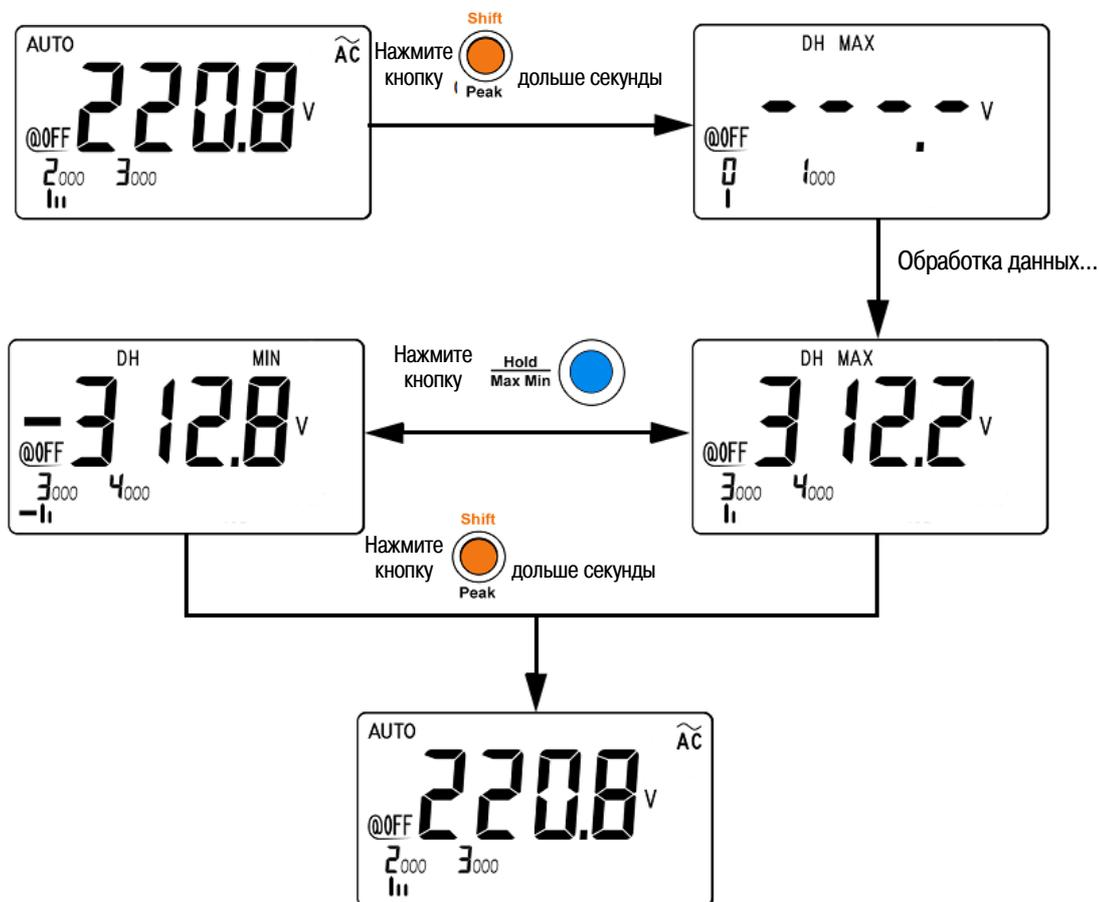

Рис. 3-4 Индикация в режиме регистрации пиковых значений
4. В примере измерений, показанном на рис. 3-4, коэффициент формы =  $312,2 / 220,8 = 1,414$ .